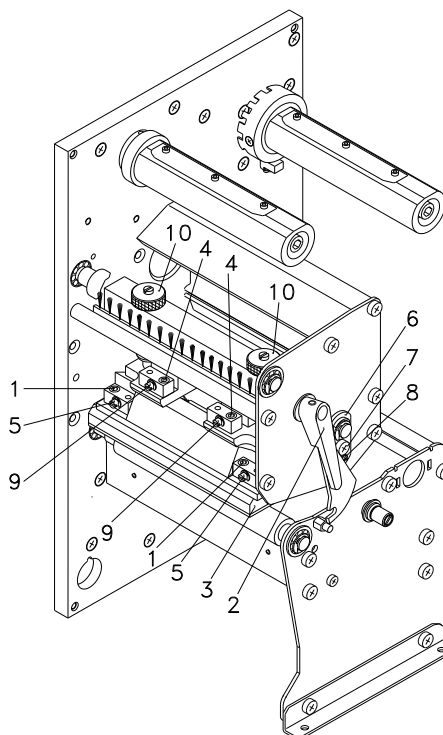

Figura 17
1. Afloje los tornillos (1 oder 4, Figura 17) girándolos aproximadamente $\frac{1}{4}$ de vuelta con ayuda de una llave de 6 lados.
2. Ajuste el paralelismo con los tornillos (5 o 9, Figura 17). Al girar en el sentido de las agujas del reloj, el cabezal de impresión se mueve hacia atrás. Al girar en el sentido contrario de las agujas del reloj, se desplaza hacia adelante el cabezal.
4. Coloque de nuevo los tornillos (1 ou 4, Figura 17).
1. Afloje los tornillos (7, Figura 17) girándolos aprox. $\frac{1}{4}$ de vuelta.
2. Gire la clavija excéntrica (8, Figura 17) para ajustar una impresión igualada. Continúe ajustando el cabezal de impresión hasta que la impresión en el text salga igualada.
3. Coloque de nuevo los tornillos (7, Figura 17).
1. Gire el tornillo de presión (10, Figura 17) para modificar la presión del cabezal de impresión.
2. Gire el tornillo de presión (10, Figura 17) en el sentido de las agujas del reloj hasta que llegue al tope, se consigue un incremento de presión de 10N respecto al ajuste inicial de fábrica.
3. Gire el tornillo de presión (10, Figura 17) hacia el tope derecho, girándolo en dirección contraria a las agujas del reloj, se obtendrá el valor de regulación de fábrica.